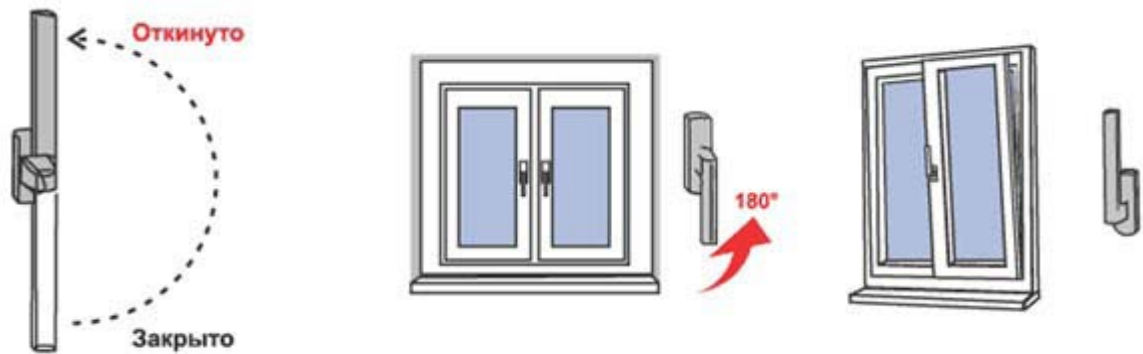

Рис. 2
3) Для перевода створки из закрытого положение в откидное (поворот створки относительно нижней горизонтальной оси, положение «Откинута» на Рис.2) ручку поворачивают вертикально на 180 градусов вверх, затем, потянув за ручку, поворачивают створку относительно нижней горизонтальной оси на заданный изготовителем угол (не более 10 градусов) (откидной режим).
4) Для запираения створки из открытого или откидного положения ее сначала закрывают и, придерживая створку рукой, поворачивают ручку вертикально вниз (положение «Закрывать» на Рис. 2).